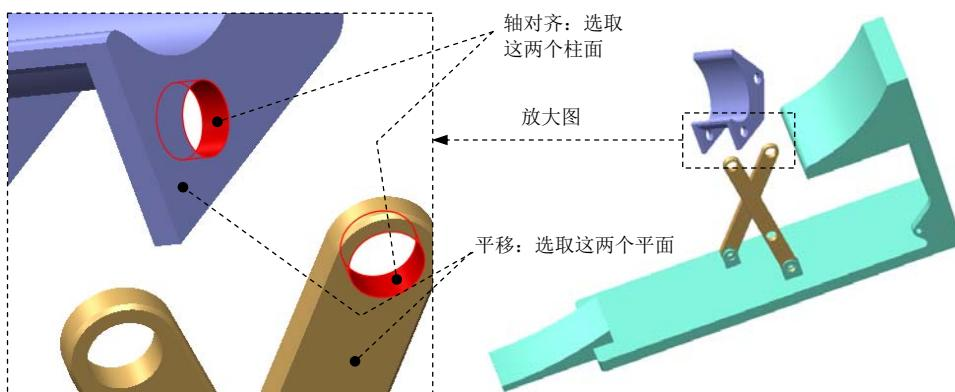
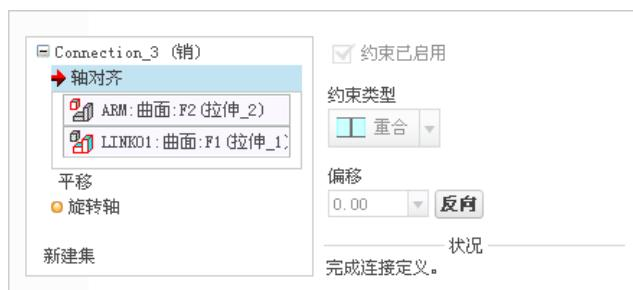

图 9.5.12 创建销 (Pin) 连接
图 9.5.13 定义“轴对齐”约束
Step6. 引入元件 ARM.prt 并将其调整到图 9.5.12 所示的位置。
- (1) 在“元件放置”操控板的机械连接约束列表中选择 销 选项。
- (2) 定义“轴对齐”约束。单击操控板中的 **放置** 按钮，分别选取图 9.5.12 中的两个柱面为“轴对齐”约束参考，如图 9.5.13 所示。
- (3) 定义“平移”约束。分别选取图 9.5.12 中的两个平面为“平移”约束的参考，如图 9.5.14 所示。